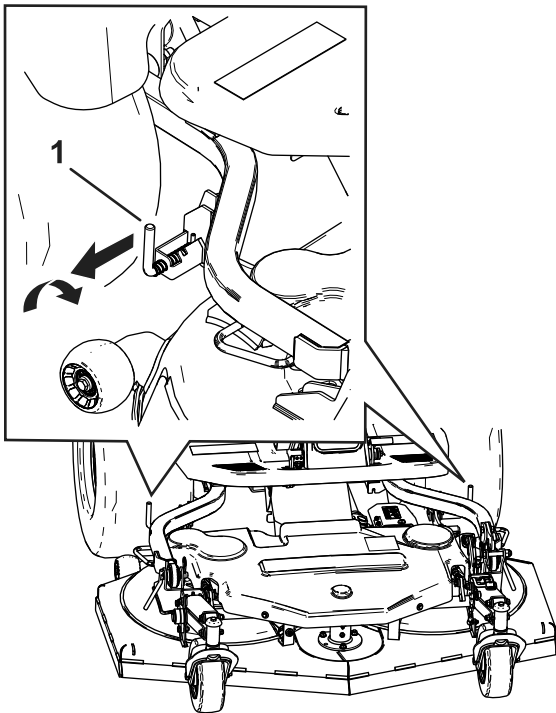

Bild 86
11. Stellen Sie sicher, dass die hinteren Verriegelungsstifte eingerastet sind (Bild 86).
3. Ziehen Sie an den hinteren Steckstiften und drehen Sie sie an beiden Seiten der Schneideinheit, bevor Sie die Schneideinheit absenken (**Bild 86**).